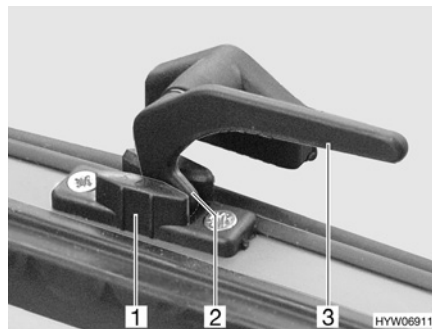

Bild 31 Låsarm i läget "kontinuerlig vädning"
- I läget "kontinuerlig vädning" (Bild 31)
- Sväng låsarmen (Bild 31,3) ett kvarts varv mot fönstrets mitt.
- Vrid tillbaka låsarmen. Därvid måste låsspaken (Bild 31,2) föras in i spåret på fönsterlåset (Bild 31,1).